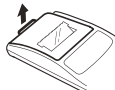

Fig. 1
- Rimuovere il coperchio della stampante (Fig. 1)